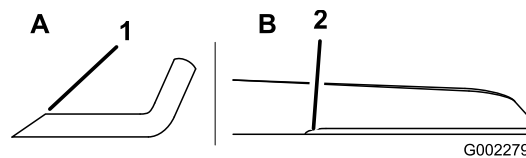

Figure 26
- Avec les doigts, appliquez de l'huile sur le joint du filtre neuf (Figure 26).